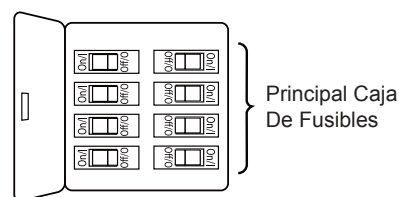

Figura 1
Uso de perfil bajo (Figura 1)
1. Extraiga la pieza de la bola colgante de la unidad de la bola colgante / varilla aflojando el tornillo de presión de la bola colgante hasta que la bola se libere de la varilla. Retire el pasador del barral y luego extraiga la semiesfera. Conserve el pasador y la semiesfera para su reinstalación en el paso 6. (Figura 1)
Para evitar una posible descarga eléctrica, asegúrese de cortar la alimentación eléctrica de la caja de fusibles principal antes de colgar el ventilador. (Figura 1)
- 1. Para configurar el código de unidad del receptor. Deslice los interruptores de código a las mismas posiciones que en el transmisor. (Figura 1)
1. Instale la cubierta rotando la ranura clave en la cubierta sobre el tornillo de hombro del soporte del gancho, teniendo cuidado de no pillar los cables. Fije el tornillo de hombro. Instale adecuadamente y fije el segundo tornillo de hombro que fue anteriormente guardado. (Figura 1)
1. Alinee los orificios del aspa con el poste el ensamble del motor. Asegúrese de que el aspa esté completamente asentado sobre el volante del ensamble del motor. Coloque la placa de la pala sobre la pala con los orificios alineados e instale la pala en la rueda giratoria usando los tornillos de cabeza dentada, fije completamente los tornillos para fijar las palas en la rueda giratoria del motor. (Figura 1)
1. **IMPORTANTE:** El uso de un regulador de la intensidad completa (no incluido) para controlar la velocidad del ventilador dañará el dispositivo. Para reducir el riesgo de incendio o descarga eléctrica, no utilice dicho regulador para controlar la velocidad del ventilador. (Figura 1)